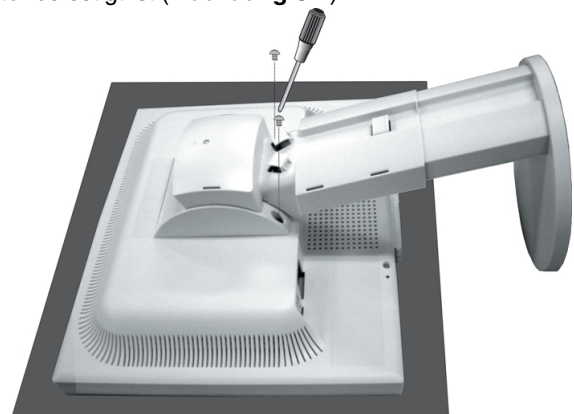

Abbildung S.2
3. Legen Sie den Monitor mit der Vorderseite nach unten auf eine weiche Oberfläche (**Abbildung S.2**).
4. Entfernen Sie die beiden Schrauben, mit denen der Fuß am Monitor befestigt ist (**Abbildung S.2**).